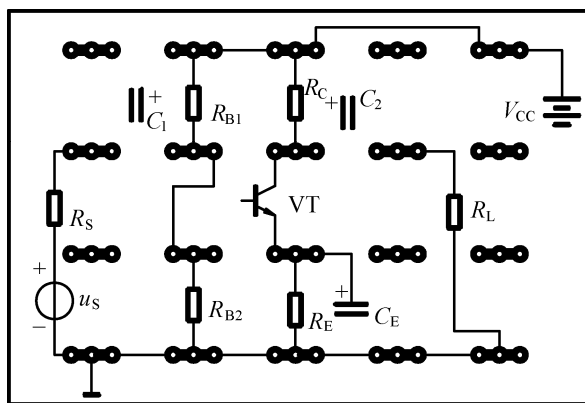

图 4-5
(1) 如图 4-5 所示，试将所缺连线在电路板上通过焊盘补画完整（要求一孔一线）。